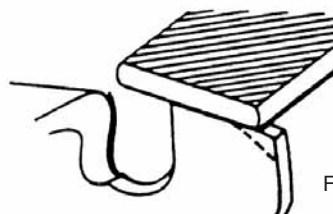

Fig. 4-4
- 4) Afrund fronthjørner for at opretholde den originale form på dybdemål efter brugen af dybdemålsværktøjet. Følg altid den anbefalede dybdemåls indstilling, som findes i vedligeholdelsesmanualen eller betjeningsmanualen for din sav. (Fig. 4-4)